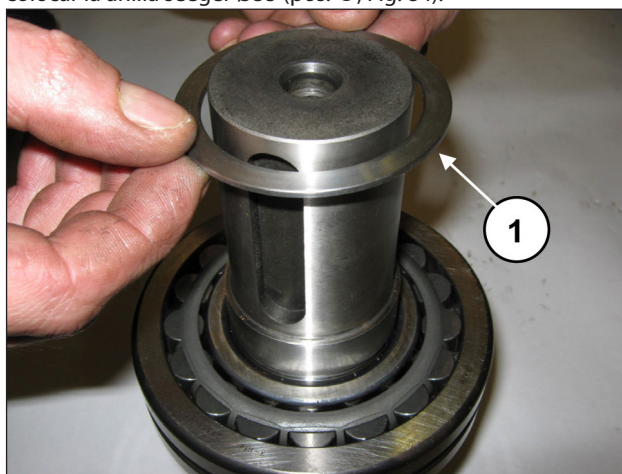
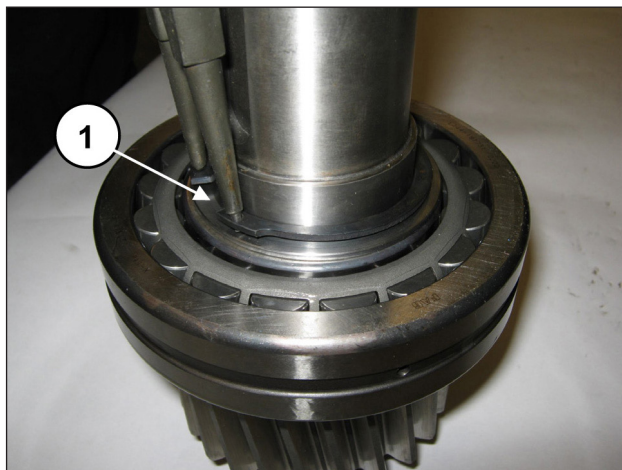

Fig. 83
Fig. 84
Introducir la anilla de apoyo del cojinete (pos. ①, Fig. 83) y colocar la anilla seeger Ø55 (pos. ①, Fig. 84).